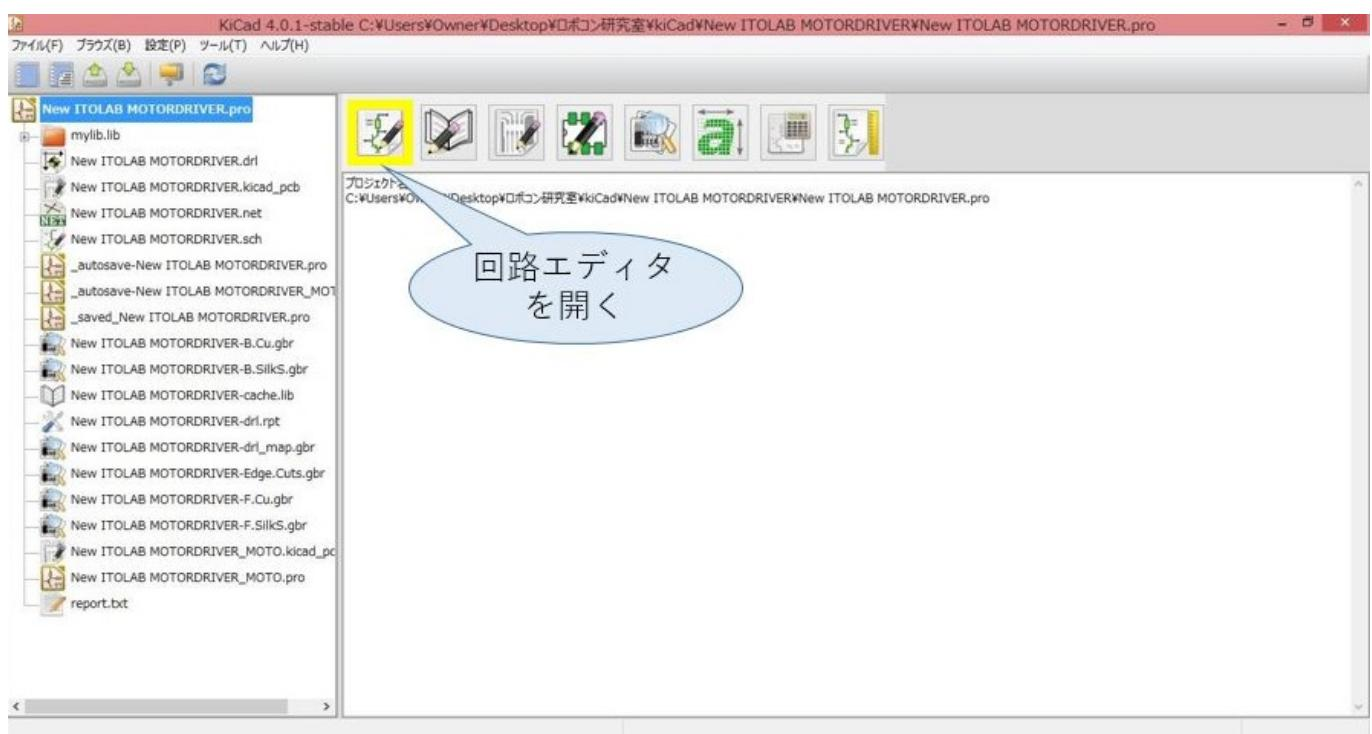

図 E.1 ホーム画面
1) KiCad の ホーム から、図 E.1 の よう に 回路 図 エディタ を 開く。